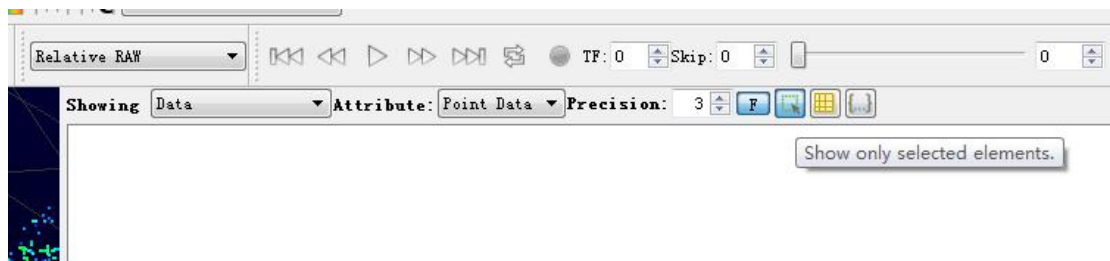

图 B-17 RSView show only elements 工具
7. 点击 Spreadsheet 中的 **Show only selected elements**, 可以得到所选择点对应的数据, 当然如果没有选择, 表格将为空(图 B-17)。